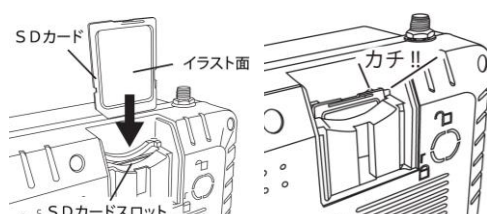
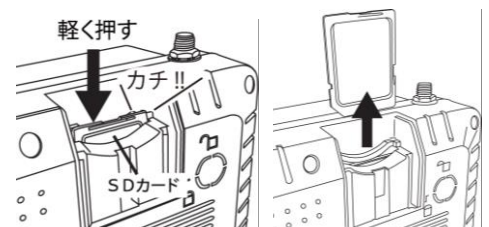

図3
図4
- ②SDカードのイラスト面の向きを確認し、SDカードスロットに“カチ”と音がするまで差し込んでください (図3参考)。
- ③SDカード挿入後に、SDカードスロットカバーを再度取り付けしてください。
- ④取り出す際は、SDカードスロットに挿入されているSDカードの上端を、“カチ”と音がするまで奥へ軽く押し込んでください。SDカードを取り出す事ができます (図4参考)。